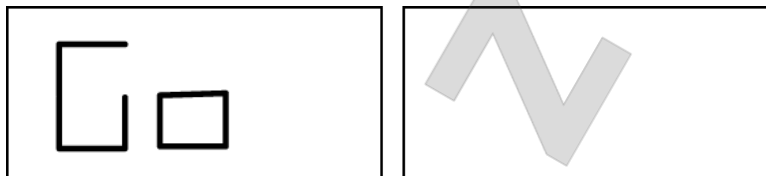

Рис. 5.5 Сообщение "Выполните запуск"
4. Нажмите [P4]  .Появится сообщение, рисунок 5.5;